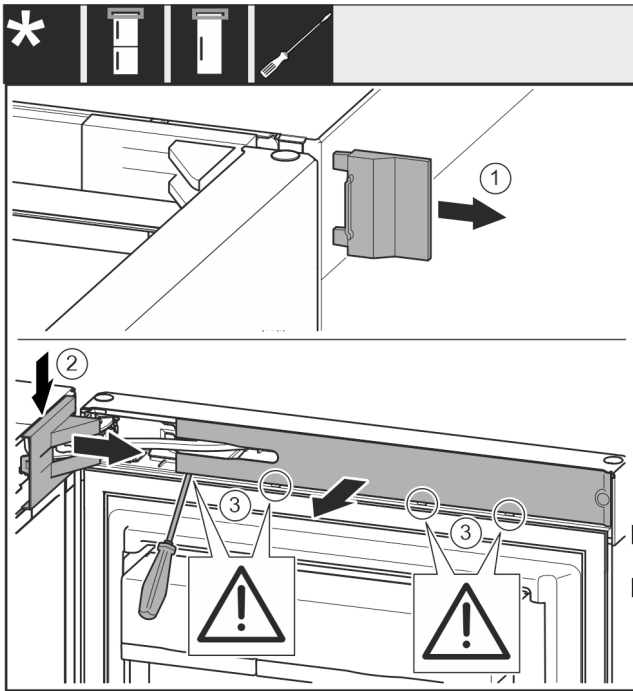

Fig. 5
- ▶ Detașați apărătoarea exterioară. Fig. 5 (1)
- ▶ Deblocați și desfaceți apărătoarea suporturilor de lagăr. Detașați apărătoarea suporturilor de lagăr. Fig. 5 (2)
- ▶ Deblocați masca cu șurubelnița plată și pivotați-o în lateral. Fig. 5 (3)